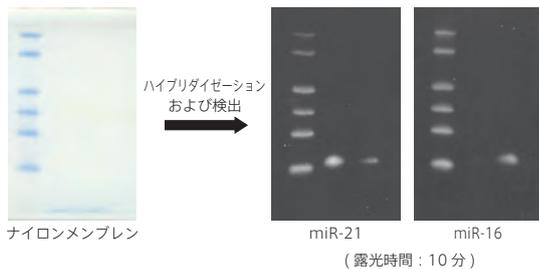

図 1：DIG 標識 DNA プローブを用いたノーザンハイブリダイゼーションによる、total RNA 中からの各種 miRNA の検出
- アルカリホスファターゼ修飾抗 DIG 抗体および化学発光基質で検出できます (図 1)。